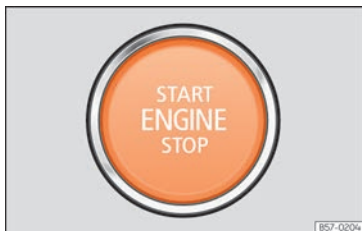

Fig. 209 En la parte inferior de la consola central: pulsador de arranque.
- Presione el pulsador de arranque »» **fig. 209** sin pisar el acelerador. Para que el motor arranque debe haber una llave válida en el vehículo. Tras arrancar el motor la
- Vehículos con pulsador de arranque: Presione brevemente el pulsador de arranque »»» fig. 209.